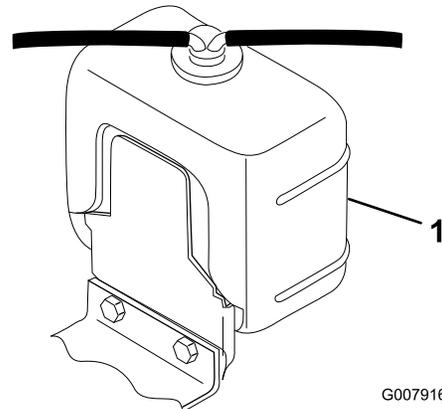

図 32
1. ラジエターと補助タンクのかぶた (図 32) を注意深く開ける。
2. ラジエターと補助タンク (図 32) の液量を点検する。